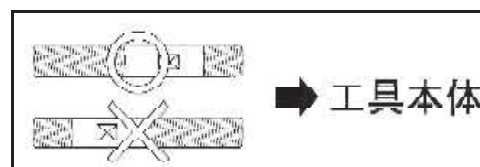
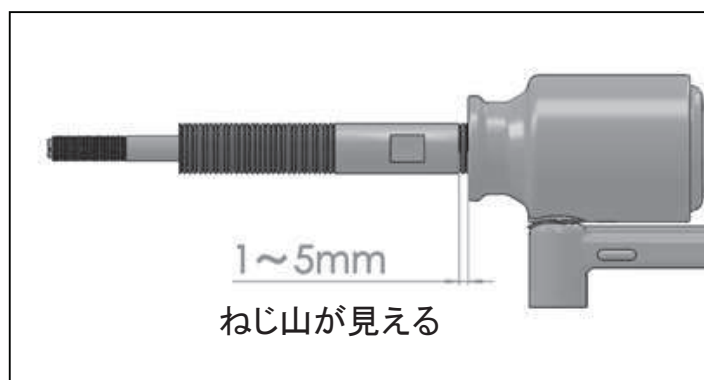

図2
図3
3. 工具本体にセットボルトを正しい方向(図2)で、指定の位置まで締めこみます。(図3)